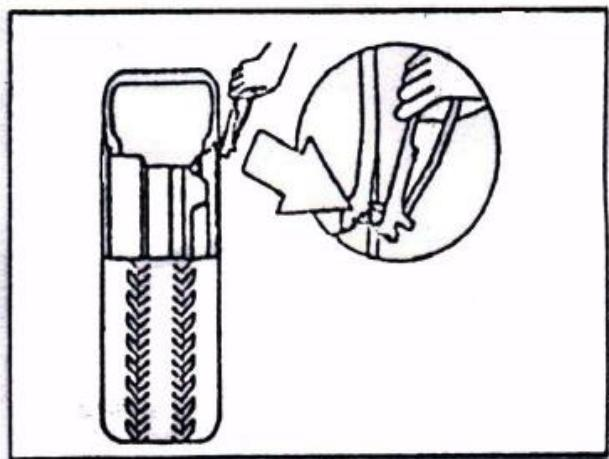

РИС. 17
4.1.1 Полностью спустите воздух вшине и выньте диск. С помощью специального инструмента снимите груз на диске (РИС.17).